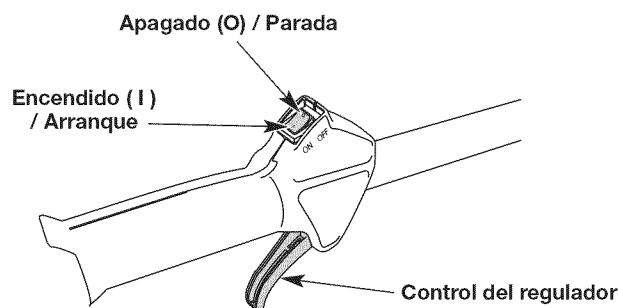
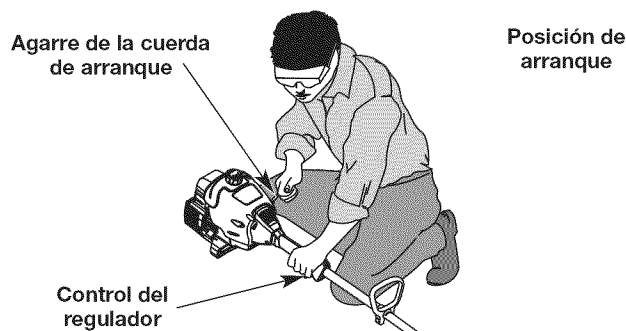

Fig. 6
Fig. 8
ADVERTENCIA: Evite arrancar la unidad por accidente. A fin de evitar lesiones graves, el operador y la unidad deben estar en una posición estable al tirar de la cuerda de arranque (Fig. 8).
NOTA: No hay necesidad de encender la unidad. El interruptor de Encendido/Apagado debe estar en la posición ENCENDIDO (I) en todo momento (Fig. 6).
5. Agáchese en la posición de arranque (Fig. 8).
6. Apriete el control del regulador (Fig. 6) y tire de la cuerda **5 veces** con movimiento regulado y firme (Fig. 8).
2. Oprima y no suelte el interruptor de control de Encendido y Apagado en la posición APAGADO (O) hasta que el motor se detenga por completo (Fig. 6).